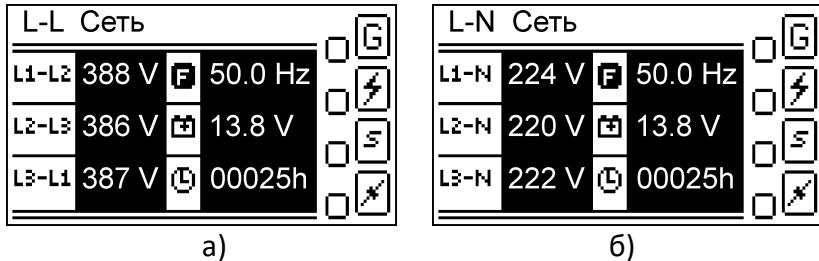

Рис. 5.6. Стартовый экран главной страницы индикации после включения контроллера:
После инициализации контроллера отображается главная страница индикации с измерениями параметров сети (рис. 5.6). Контроллер переходит в основной режим «Авто» (п. 5.7.2.1).
5.6.2 Вид главной страницы индикации зависит от выбранной конфигурации контроллера (рис. 5.6).